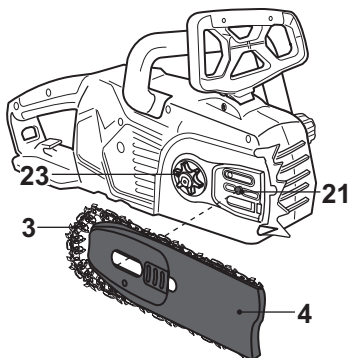

Fig. 3
- > Alignez le guide-chaîne [4] et la chaîne [3] avec le pignon d'entraînement [23] et le boulon [21]. Enfilez la chaîne sur le pignon d'entraînement puis abaissez le guide-chaîne pour l'emboîter sur le boulon (Fig. 3, 4).